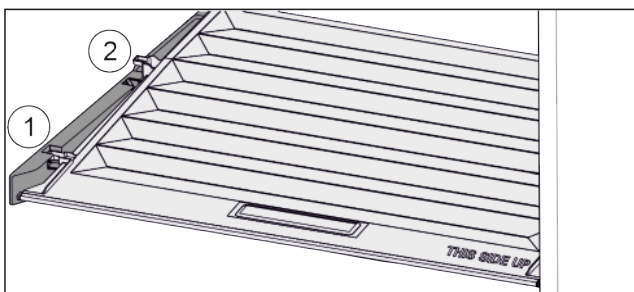

Fig. 30
- ▶ Потянуть крышку до отверстия в поддерживающих деталях вперед Fig. 30 (1).
- ▶ Поднять сзади снизу и извлечь Fig. 30 (2) движением вверх.